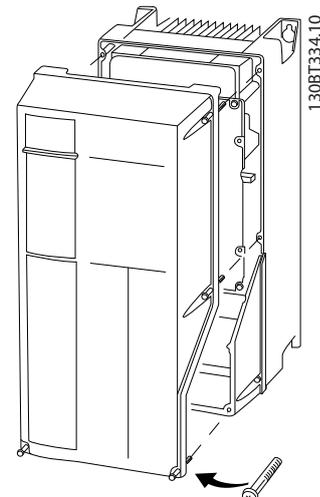

Abbildung 2.9 Zugang zu den Steuerklemmen in den Gehäusen A4, A5, B1, B2, C1 und C2
- Entfernen Sie alternativ die Frontabdeckung durch Lösen der Befestigungsschrauben. Siehe *Abbildung 2.9*.